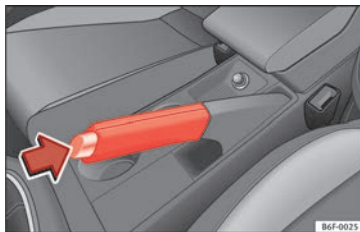

Bild 176 Handbroms mellan framsätena.
- Dra åt handbromsen ordentligt » **bild 176.**
- Dra handbromsen lätt uppåt och tryck på frigöringsknappen i pilens riktning » **bild 176** och för ned handbromsspaken helt » .